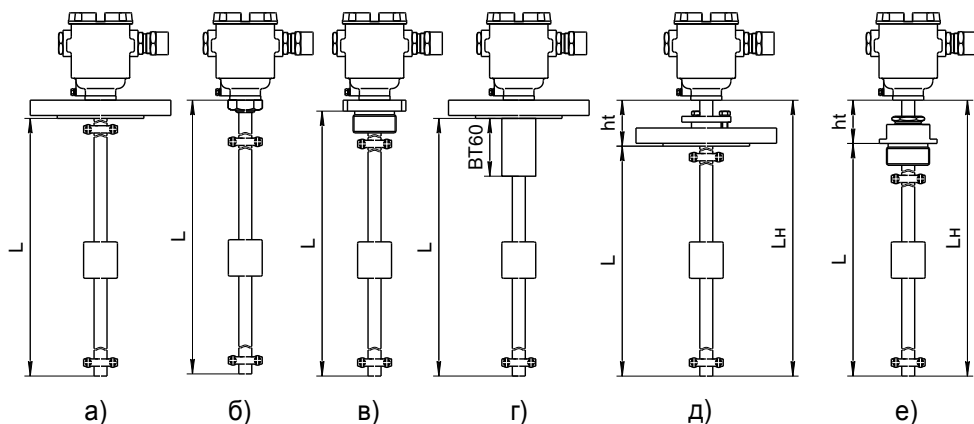

Рисунок 3
2.1.11 ПМП могут изготавливаться с длиной направляющей в соответствии с 1.2.3. Длина направляющей (рисунок 3) – это расстояние от торцевой поверхности направляющей до уплотнительной поверхности устройства крепления (фланца или резьбового штуцера) (L) или до торцевой поверхности корпуса в случае регулируемого устройства крепления (L_H). Длина направляющей при заказе указывается в условном обозначении ПМП.
По умолчанию, у ПМП с нерегулируемым устройством крепления устройство крепления приваривается на направляющую вплотную к корпусу (рисунок 3а, 3б, 3в, 3г).
2.1.12 Исполнение с втулкой **ВТ60** (рисунок 3г) применяется для оснащения резервуаров, подверженных при эксплуатации ударам и вибрациям. Конструктивная втулка высотой 60 мм повышает ударо- и вибропрочность сварного соединения направляющей с фланцем.
2.1.13 По умолчанию, регулируемое устройство крепления устанавливается на расстоянии $ht = 100$ мм (рисунок 3д, 3е).
б) Транспортный вариант (исполнение **Tr**) выдерживает воздействие МВВФ, соответствующих группе механического исполнения М30 по ГОСТ 30631. Изготавливается с длиной направляющей от 100 до 2500 мм и только с фланцевыми нерегулируемыми устройствами крепления. Имеет нижнюю неизмеряемую зону Δh_n не менее 20 мм, верхнюю Δh_v не менее 20 мм при длине направляющей до 500 мм и не менее 80 мм при длине направляющей 500 мм и более. Преобразователь транспортного варианта исполнения с длиной направляющей более 500 мм имеет конструктивную втулку ВТ60 (рисунок 3г), повышающую ударо- и вибропрочность сварного соединения направляющей с фланцем.